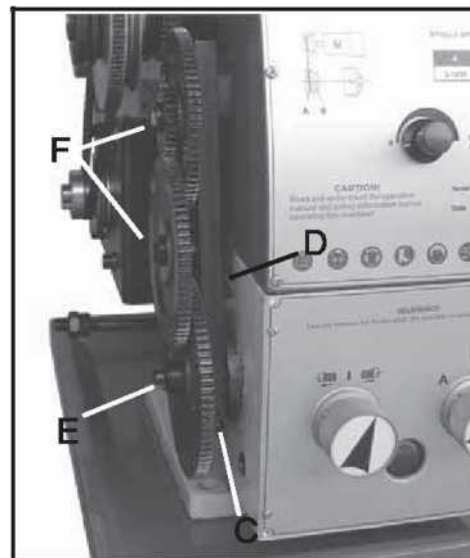

Рис. 23
3. Ослабьте стопорный винт (С, Рис.23) на доске гитары.
4. Поверните доску гитары (D, Рис. 23) вправо.
5. Отвинтите болт (Е, Рис. 23) от ходового винта или болты с квадратной головкой (F, Рис. 23) от болтов доски гитары, чтобы снять зубчатые колеса спереди.